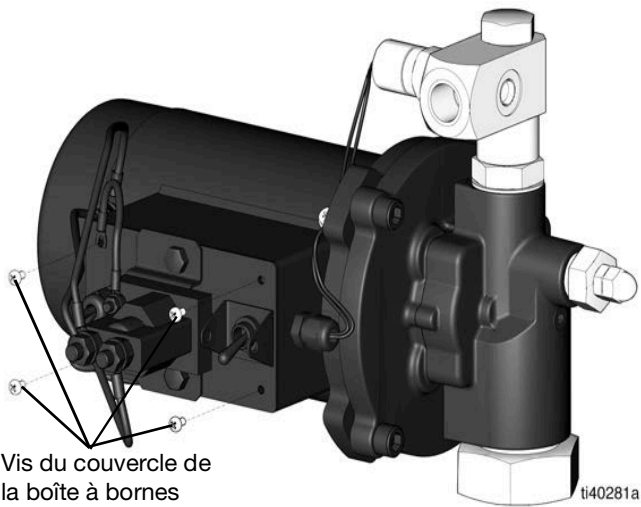

FIG. 28
5. Retirez les quatre vis du couvercle de la boîte à bornes (FIG. 28).